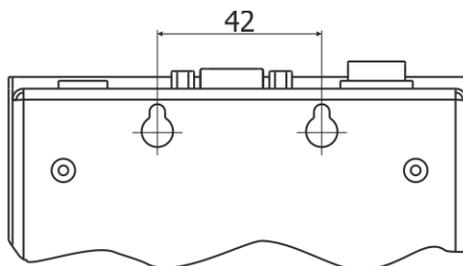

Рисунок 8 — Крепление модуля
2.3.2 Разместить модуль в подходящем месте, закрепив его с помощью крепления Dual-Lock из комплекта поставки или закрепив его на стене с помощью крепежных отверстий (рисунок 8).